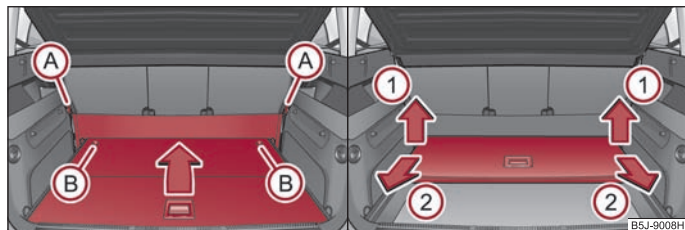

Abb. 62 Kofferraum: Variablen Ladeboden zusammenklappen / herausnehmen
- Hängen Sie die Schlaufen (A) → Abb. 62 der elastischen Trennwand aus den Befestigungspunkten aus.
- Durch Drehen der Sicherungsbolzen (B) um ca. 180° nach links entriegeln Sie den variablen Ladeboden → Abb. 62.
- Heben Sie den variablen Ladeboden in Pfeilrichtung (1) an → Abb. 62 und nehmen Sie ihn durch Ziehen in Pfeilrichtung (2) heraus → Abb. 62.